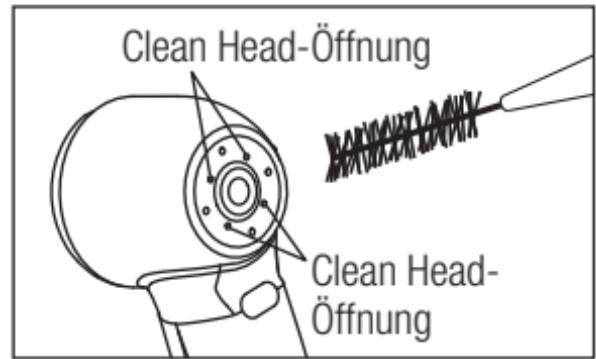

Abb. 5
- 2) Entfernen Sie mit dem Reinigungsdräht und der Bürste (als Zubehör zum Handstück mitgeliefert) Schmutz und Ablagerungen aus den Clean Head-Öffnungen (Abb. 5).